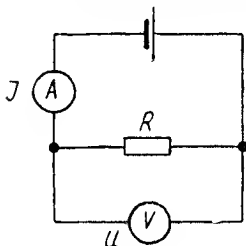

Bild 2. Anschaltung von Volt- und Amperemeter
a) Voltmeter werden parallel zu der Strecke des Stromkreises geschaltet, an der man die anliegende Spannung messen will. Voltmeter haben einen großen Innenwiderstand (Bild 2).